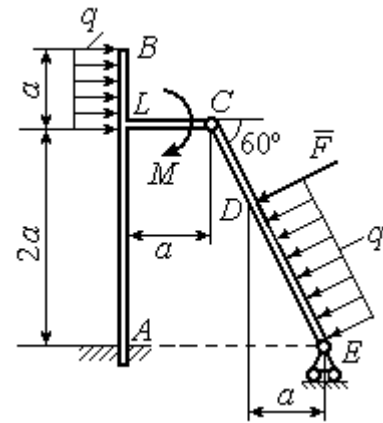

Рис. 1.9. Равновесие конструкции двух балок, соединённых шарниром
**Задача 2.** Балка  $ABLС$  с вертикальной частью  $AB$  и горизонтальной переключиной  $LC$  закреплена в точке  $A$  с помощью жесткой заделки (рис. 1.9). Наклонная балка  $EC$  с углом наклона к горизонту  $60^\circ$  в точке  $C$  шарнирно прикреплена к горизонтальной переключине  $CL$ , а в точке  $E$  закреплена на шарнирно-подвижной опоре, установленной на горизонтальной поверхности. На конструкцию действуют равномерно распределенная на отрезках  $BL$  и  $DE$  нагрузка с одинаковой интенсивностью  $q = 2$  кН/м, сила  $\vec{F}$ , приложенная в точке  $D$  перпендикулярно балке  $EC$  и равная по величине  $F = 10$  кН, и пара сил